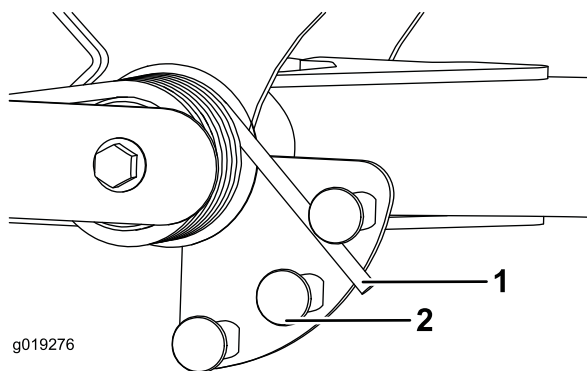

Figura 54
2. Insira um tubo ou objeto semelhante na extremidade da mola comprida e incline-a em redor do atuador da mola para a posição desejada (Figura 54).